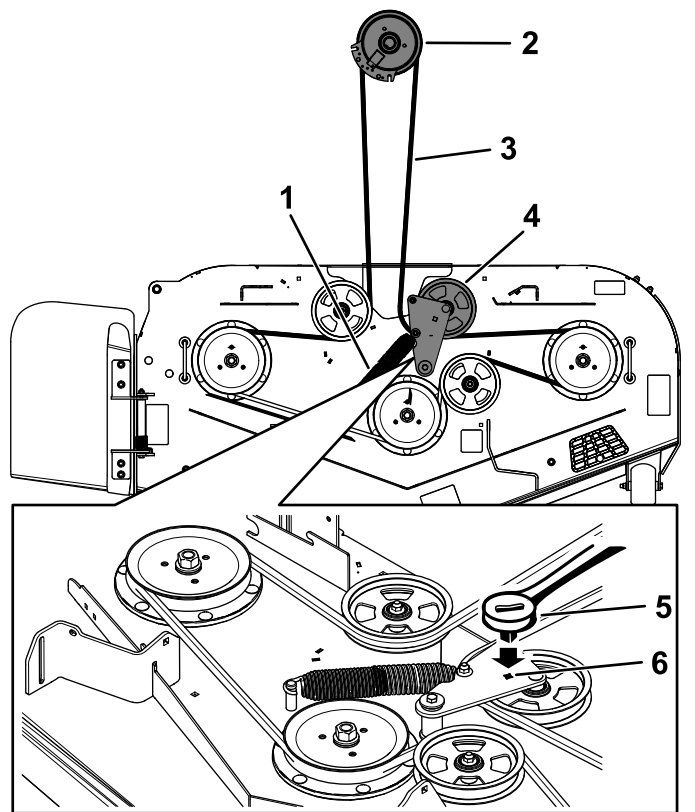

Figura 86
5. Utilice una llave de carraca de $\frac{3}{8}$ " en el orificio cuadrado del brazo tensor para aliviar la tensión del muelle tensor (Figura 86).
7. Instale la guía de la correa en el brazo tensor tensado con muelle (Figura 86).
9. Pase la correa nueva alrededor de las poleas del cortacésped y de la polea del embrague, debajo del motor (Figura 86).
10. Instale la guía de la correa en el brazo tensor (Figura 86).
11. Utilizando la llave de carraca de $\frac{3}{8}$ " en el orificio cuadrado, instale el muelle tensor (Figura 86).